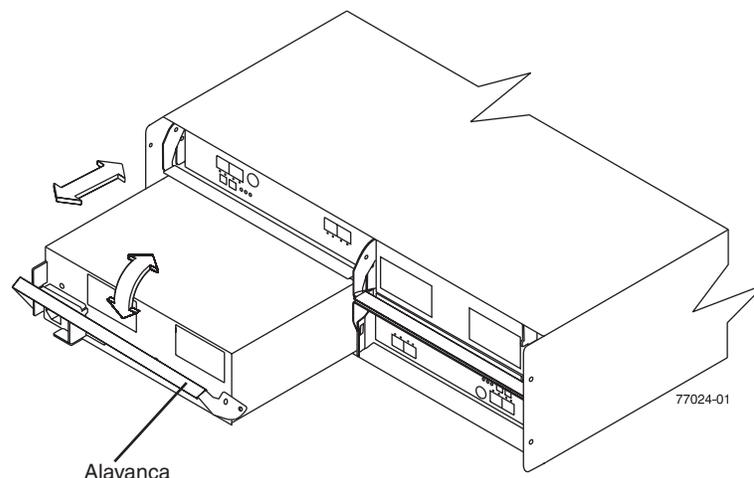

Figura 35. Recolocando uma Unidade de Fonte de Alimentação e de Refrigeração
Utilize o seguinte procedimento para substituir uma unidade AC de energia e refrigeração. A Figura 35 na página 87 ilustra a remoção e inserção de uma unidade.
11. Puxe lentamente a alavanca para fora do chassi para remover a unidade de fonte de alimentação e de refrigeração, conforme mostrado na Figura 35.